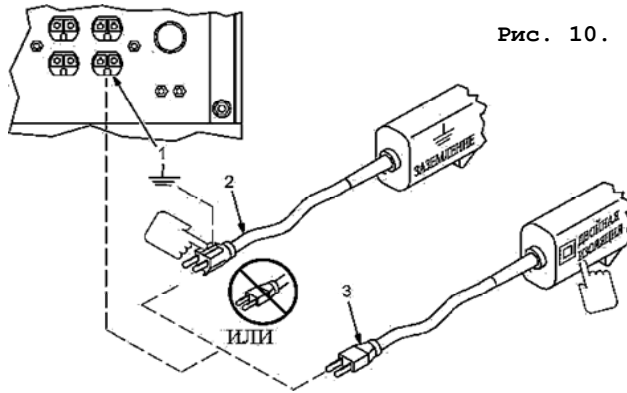

Рис. 10.
- 10.3.5. Подключаемые потребители должны иметь (рис. 10):